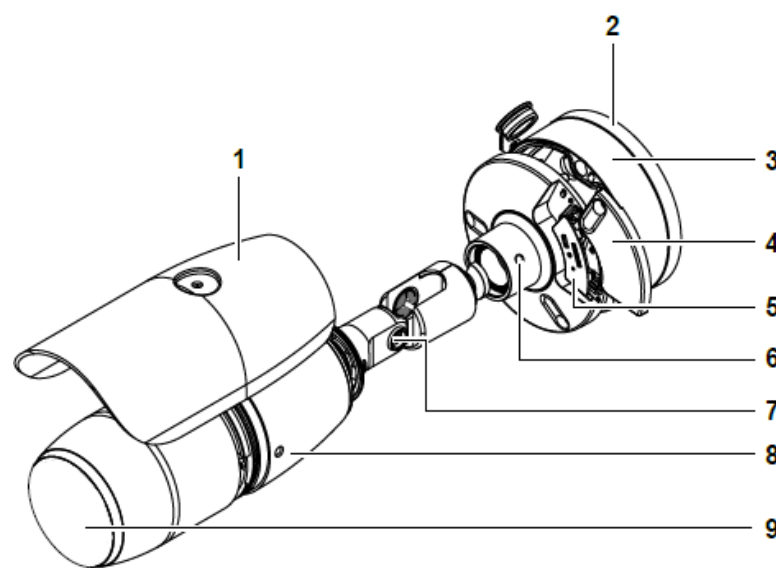

Abbildung 1
10. Bringen Sie das Kameragehäuse (8) (Abbildung 1) mit den drei Schrauben an der Kamerabasis an.
Kamerateile: Abbildung 1
4. Halten Sie die Montageplatte (2) (Abbildung 1) hoch zur Oberfläche, richten Sie die Bohrungen auf der Montageplatte an den 5 mm großen Bohrungen aus, und bringen Sie die Montageplatte mit den vier Schrauben an der Oberfläche an.
5. Entfernen Sie die drei Schrauben der Kamerabasis (3) (Abbildung 1) und entfernen Sie die Kamera von der Kamerabasis.
- Lösen Sie die Schraube (6) (Abbildung 1) heraus und neigen Sie das Kameragehäuse.
- Lösen Sie die Flügelschraube der Sonnenschutzabdeckung (1) (Abbildung 1), um die Sonnenschutzabdeckung über dem Kameragehäuse nach vorne oder nach hinten zu bewegen.